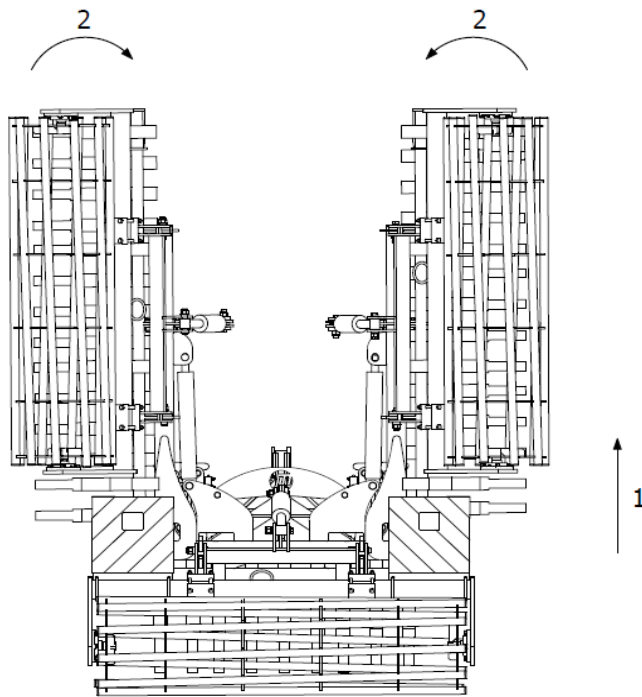

Fig. 5 Étapes du dépliage de la machine : 1 - machine levée au maximum, 2 - bras latéraux repliés en position « fermée ».
1. Commencer par lever la machine au maximum pour s'assurer que les bras pliables ne frappent le sol lors de l'opération (fig. 5).
2. Ensuite, replier les bras latéraux à la position « fermée » (pliée) à l'aide d'un système de verrouillage hydraulique afin de s'assurer que le verrouillage se déverrouillera et permettra ensuite de déplier les bras latéraux. Cette action est indispensable pendant chaque dépliage (« ouverture ») des bras de la machine (fig. 5).